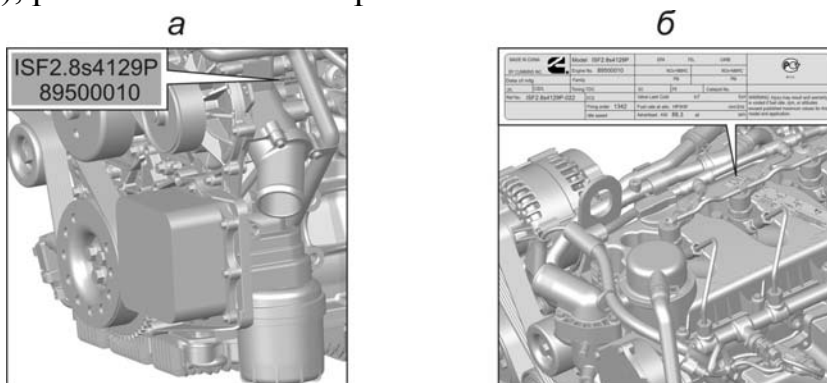

Рис. 1.4. Место нанесения идентификационного номера двигателя
1.4. Идентификационный номер двигателя выбит на блоке цилиндров с левой стороны (рис. 1.4а), а также продублирован на заводской табличке двигателя (рис. 1.5), расположенной на крышке клапанного механизма (рис. 1.4б).